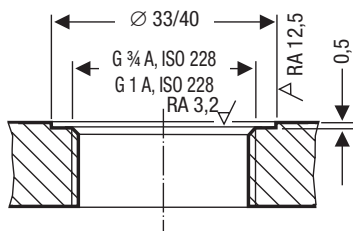

Fig. 12
- Flangedækslets pakflader skal være i teknisk upåklagelig stand iht. fig. 12!
7. Kontrollér pakfladerne. **Fig. 12**